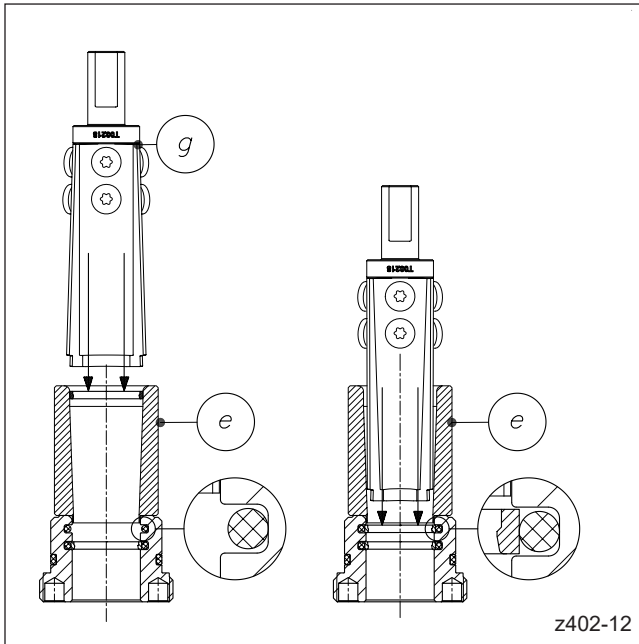

Abbildung 131: Gleitring einschieben
14. Einführbuchse mit kurzem Bund (Pos. e) auf den Gehäuseschraubdeckel bzw. Gehäuseboden (Variante 1) setzen und den oberen Gleitring mit dem Einpressdorn (Pos. g) einschieben. Achtung: Orientierung des Gleitringes beachten (vgl. Abbildung 131).